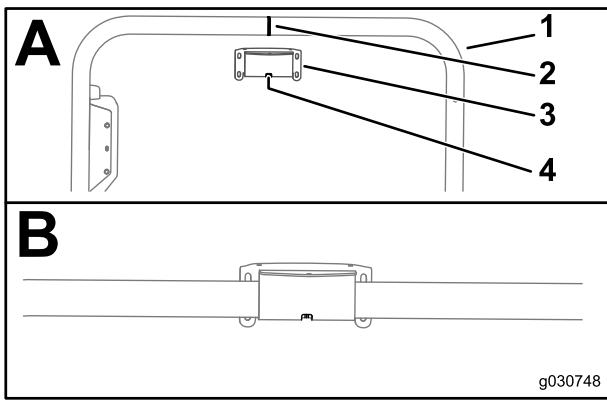

Figura 142
1. Alinee la ranura situada en el centro del soporte de receptor con la costura de soldadura en la línea central del tubo del ROPS (Figura 142).